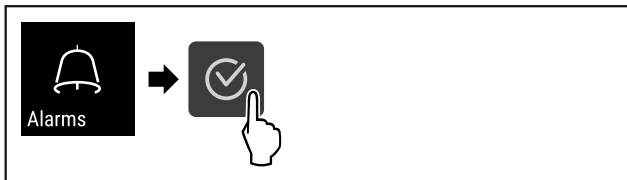

Fig. 103
- ▶ Провести етапи операцій (див. Fig. 103).